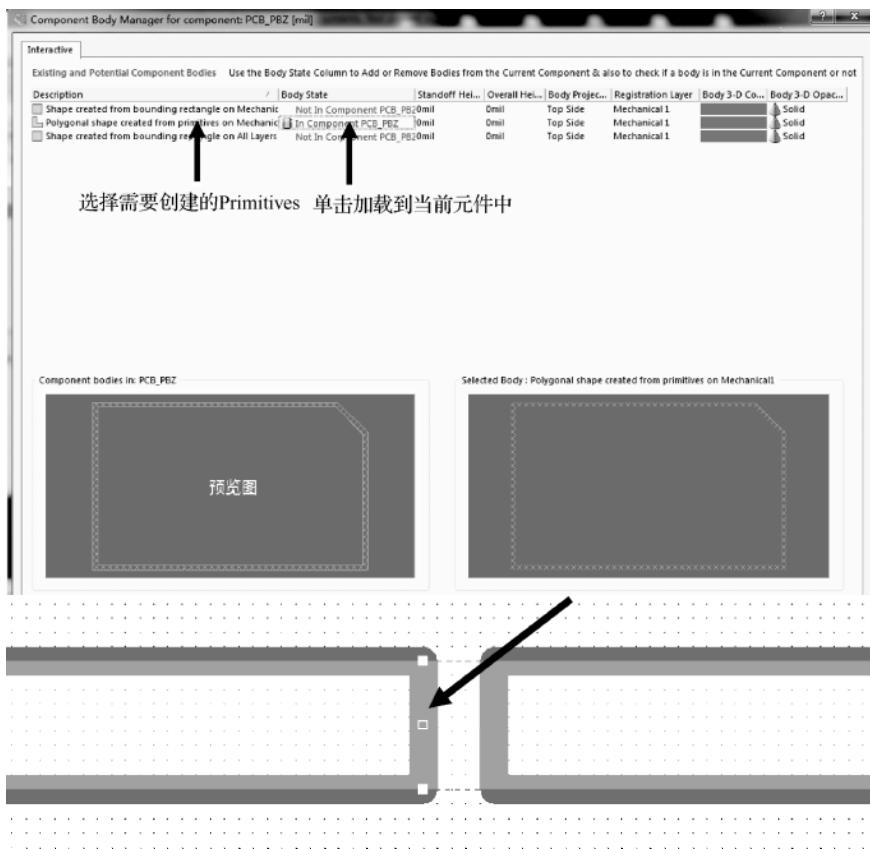
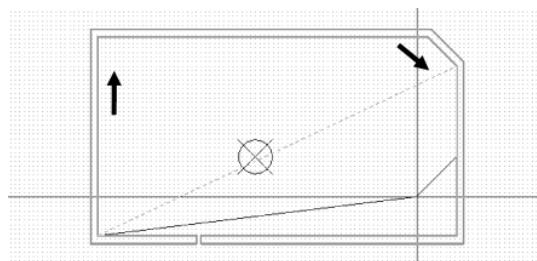

图 6-47 创建异形 3D 元件体
图 6-48 屏蔽罩顶盖 3D 元件体绘制
(2) 执行菜单命令“工具-Manage 3D Bodies for Current Component”，出现 3D 元件体，然后拉伸缺口使缺口重合，如图 6-47 所示。
(3) 双击刚刚创建好的 3D 元件体，添加屏蔽罩的高度及其他各项参数信息。
(4) 结合常规 3D 元件体的绘制方法绘制屏蔽罩顶盖，如图 6-48 所示。